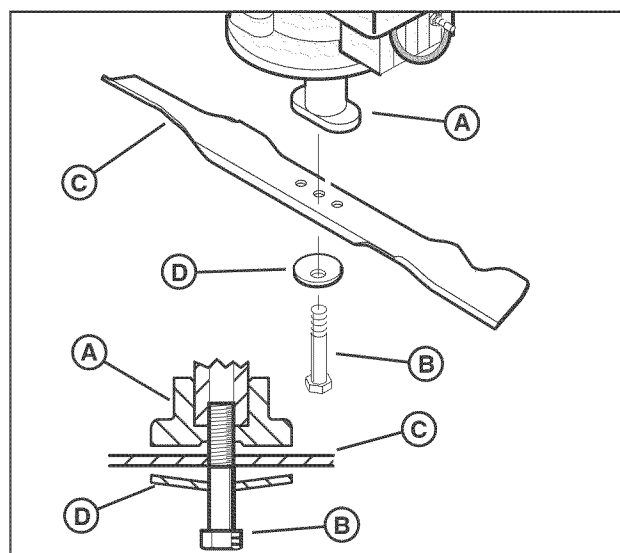

Figura 18: Desmontaje de la cuchilla
Revise frecuentemente la cuchilla en cuanto a desgaste o daño tales como grietas. Revise frecuentemente el perno que sostiene la cuchilla. Mantenga apretado el perno. Si la cuchilla golpea un objeto, detenga el motor. Desconecte el cable de la bujía. Revise el adaptador (A, Figura 18) de la cuchilla en cuanto a daño. Revise en busca de una cuchilla doblada o dañada, una cuchilla gravemente desgastada, u otro daño. Antes de operar la unidad, las piezas dañadas deben reemplazarse con piezas de repuesto de fábrica. Por seguridad, reemplace cada dos años la cuchilla. Mantenga afilada la cuchilla. Una cuchilla que no está afilada provocará que los extremos del césped se vuelvan de color marrón. Desmonte la cuchilla de la siguiente manera.
4. Remueva el perno (B, Figura 18) que sostiene la cuchilla, mediante una llave de 9/16" (14 mm).
5. Revise la cuchilla (C) de acuerdo con las instrucciones de "Servicio de Mantenimiento de la Cuchilla". Reemplace una cuchilla gravemente desgastada o dañada con una cuchilla de repuesto de fábrica.
7. Sujete la cuchilla con la arandela (D) original y el perno. Verifique que el borde exterior de la arandela Belleville está dirigida hacia la cuchilla.